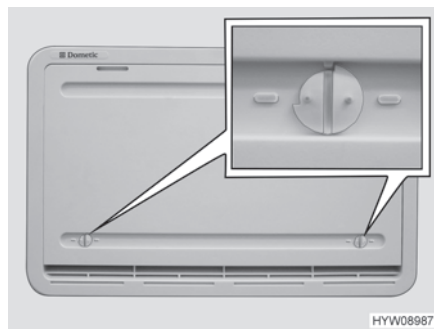

Fig. 157 Cubierta de invierno
Si el frigorífico ha de funcionar a temperaturas exteriores bajas, el fabricante recomienda la utilización de una cubierta de invierno (Fig. 157) para las rejillas de ventilación del frigorífico.
- Abrir ambos bloqueos (Fig. 157) (la ranura está en posición horizontal).